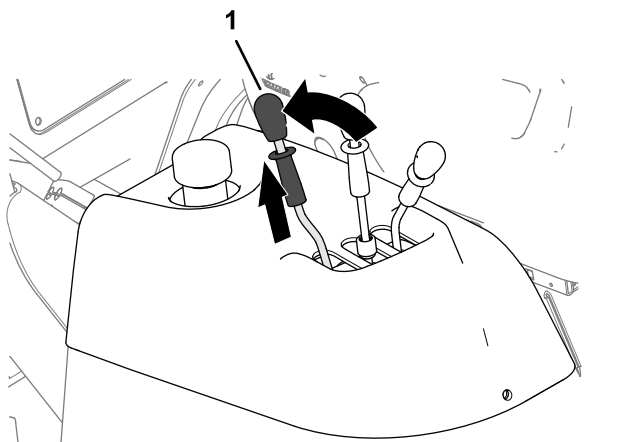

Figura 55
1. Peça a outra pessoa que puxe para trás e segure a alavanca de descarga da tremonha (Figura 55).